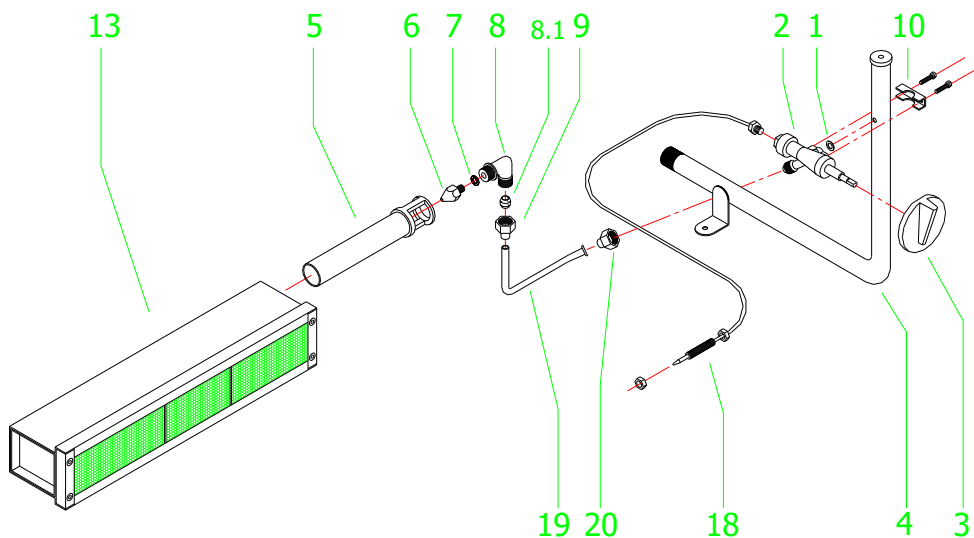

Fig. 11
- e) Extraiga el tubo (5) (ver **fig.11**) correspondientes a la válvula del quemador que desea cambiar soltando para ello la tuerca (20)
f) Tire hacia fuera del codo (8) para extraer el venturi del quemador, suelte en su totalidad las tuercas que fijan el quemador (16) a sus soportes.